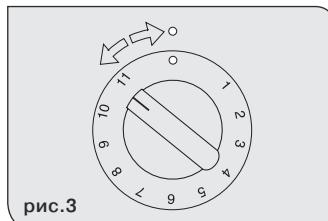

рис.3
- 1) Для включения первой круглой зоны поверните ручку из положения 1 в положение 11 (Рис.3).